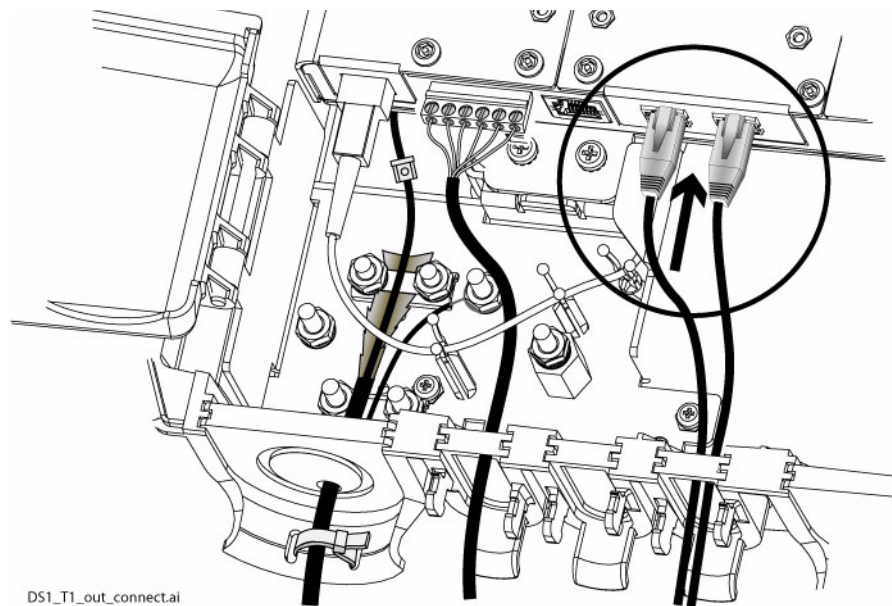

Figure 12. Connecting the DS1/T1 cable(s)
- I. Connect the DS1/T1 cable(s) to the DS1/T1 card, as shown in Figure 12